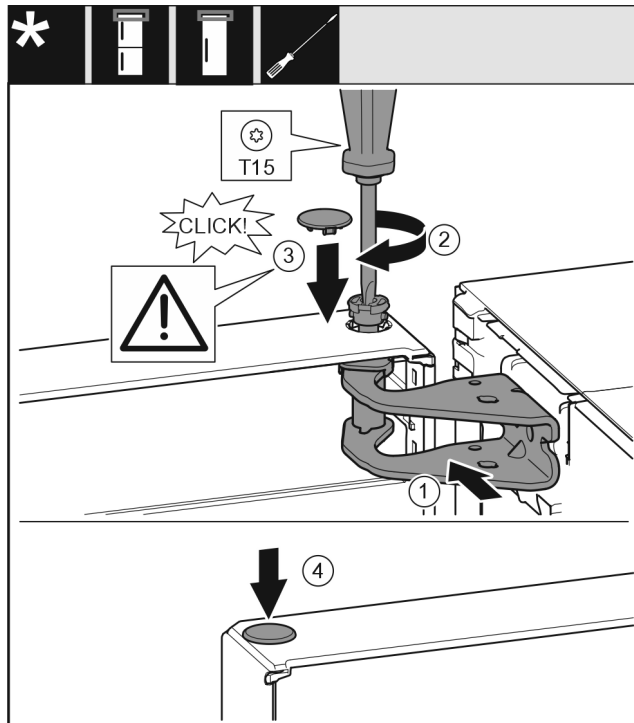

Fig. 13
- ▶ Wyrównać drzwi u góry względem otworu w płytce zawiasu. Fig. 13 (1)
- ▶ Założyć sworzень i dokręcić śrubokrętem T15. Fig. 13 (2)
- ▶ Zamontować osłonę bezpieczeństwa w celu zabezpieczenia drzwi: Włożyć osłonę zabezpieczającą i sprawdzić, czy przylega ona do drzwi. Ponadto założyć całą sworzень. Fig. 13 (3)
- ▶ Założyć zatyczkę. Fig. 13 (4)